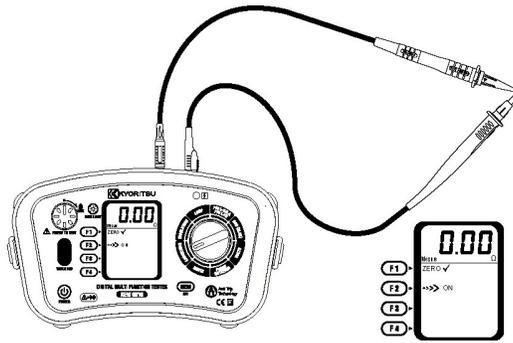

Fig.13
- 3 Court-circuitez les pointes de touche des cordons (Fig.13), pressez et verrouillez le bouton de test. La valeur de résistance s'affichera.
- 5 Relâchez le bouton de test. Pressez le bouton de test et assurez-vous que l'affichage est égal à zéro avant de continuer. Pendant cette fonction, le message "NULL✓" apparaît (voir Fig.13). La valeur zéro est mémorisée, même si vous déclenchez l'instrument. La valeur zéro peut être annulée en déconnectant les cordons et en pressant le bouton de remise à zéro (F1) lorsque le bouton de test est enfoncé ou verrouillé. Le message NULL OFF s'affiche pour confirmer.